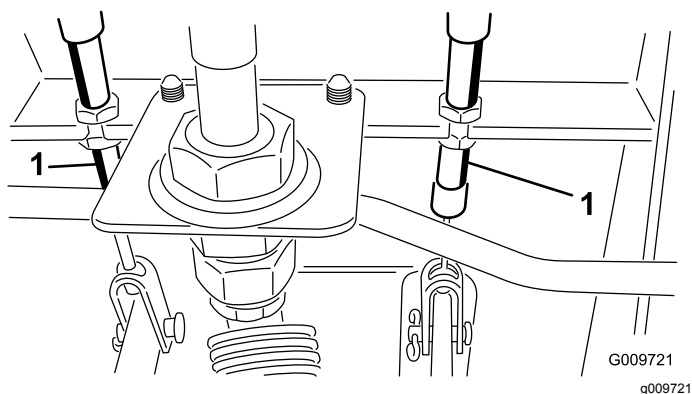

図 104
- A. ブレーキケーブル 図 104 の端にある前ナットをゆるめる。